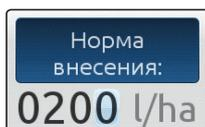

Рис. 205
- Введите значение нормы внесения для обработки (Рис. 205).